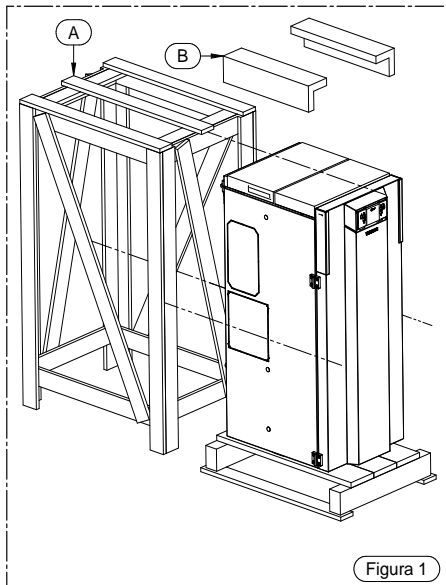

Figura 1
- Togliere il coperchio e i pannelli laterali del bancale (A) eliminando inoltre gli angolari di protezione (B) (vedi Figura 1).